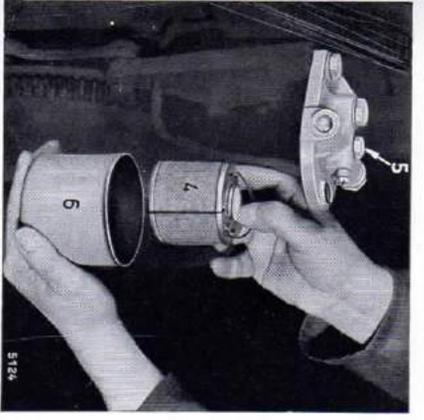
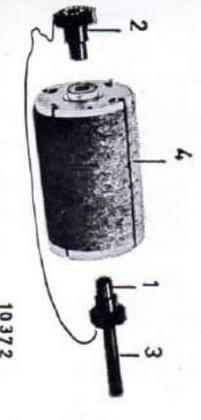

Fig. 29
Fig. 30
Lorsque le filtre se trouve à l'extérieur du réservoir à combustible, fermer le robinet d'arrivée du combustible, enlever la vis d'assemblage (5) — Figure 29 —, le bol du filtre (6) et extraire le manchon de feutre (4) — Figure 30 —.
Le manchon en feutre (4) — Figure 30 — sera obturé à ses deux extrémités à l'aide des deux bouchons 1 et 2 du dispositif de nettoyage joint aux autres outils. Plongez le manchon dans un récipient contenant un combustible Diesel propre, en veillant à ce que le caoutchouc (3) reste sec. Lorsque le feutre s'est suffisamment imbibé de liquide, soufflez fortement à la bouche ou avec de l'air comprimé à travers le flexible (3). Il se forme sur la paroi extérieure des bulles d'air. Elles ont entraîné avec elles des impuretés qui seront enlevées au pinceau.